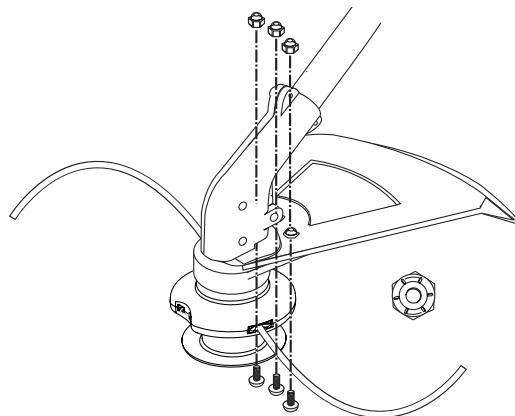

Fig. 5
- Coloque uno de los tres (3) provistos contratuerca hexagonal en uno de los tres orificios cóncavos de la parte superior del protector accesorio de corte (Fig. 5).
- Instale un tornillo en el orificio de la base del protector accesorio de corte. Atornílelo en la tuerca instalada en el paso 2 (Fig. 5). No lo ajuste.